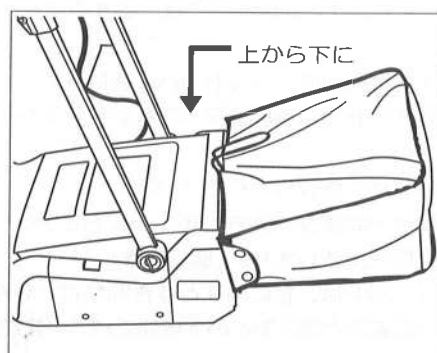

図8
- ②本機後部に上から下に向けて集草バッグ受に引っ掛けてください。(図8参照)